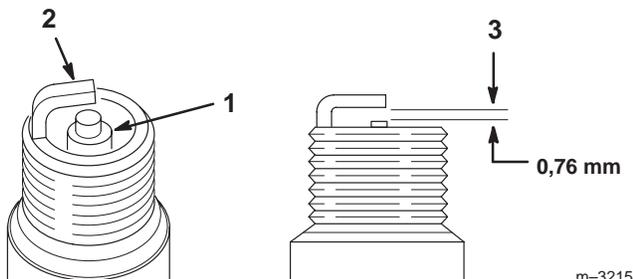

Bild 50
1. Sehen Sie sich die Mitte der Zündkerzen an (Bild 50).
2. Prüfen Sie den Abstand zwischen den mittleren und seitlichen Elektroden (Bild 50) und biegen die seitliche Elektrode bei falschem Abstand zurecht.